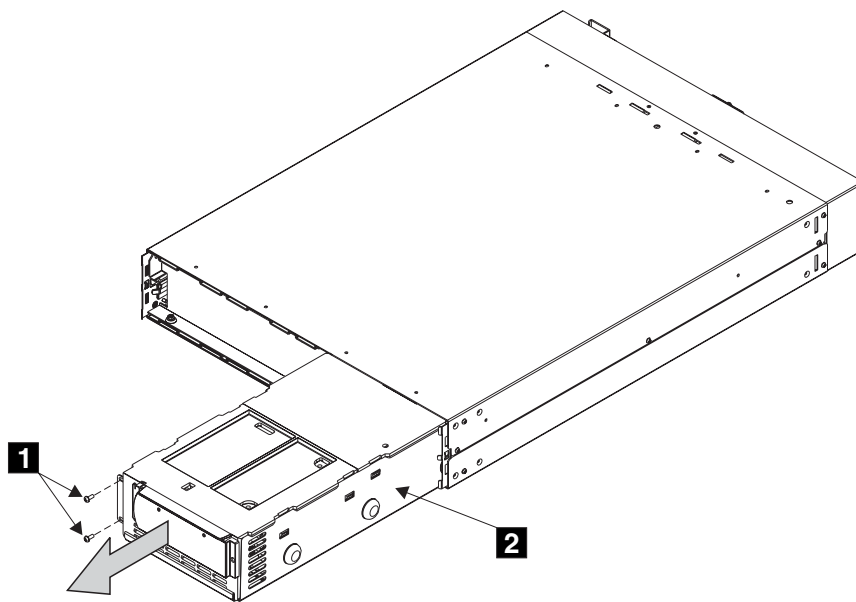

図 18. 無停電電源装置の電子部品アセンブリーの取り出し
3. 2 つのねじ **1** を取り外す。図 18 を参照してください。
4. 電子部品アセンブリー **2** を UPS 5125 から引き出し、これを一方の端に置く。図 18 を参照してください。